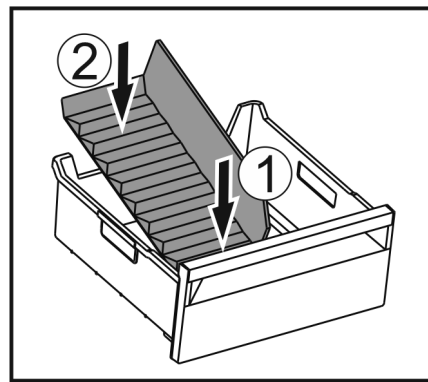

Fig. 187
- 装入冰格分隔器前部。 Fig. 187 (1)
- 将冰格分隔器后部放低至抽屉底板。 Fig. 187 (2)